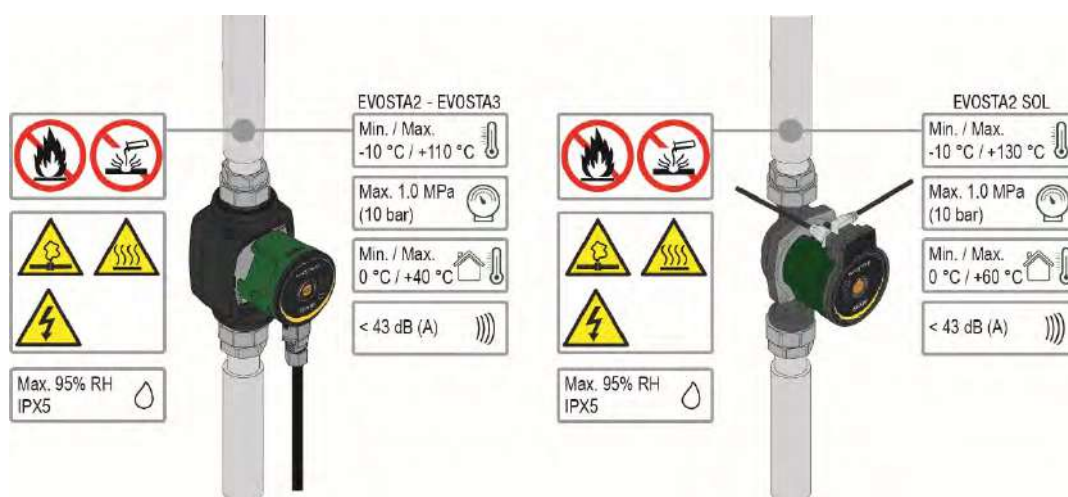

Рисунок 1: Перекачиваемые жидкости, предупреждения и условия эксплуатации
Стрелки на корпусе насоса указывают направление потока через насос. См. Рис. 1, поз.
1. Вставьте две прокладки при установке насоса в трубу. См. Рис. 1, поз. В.
2. Установите насос с колечным валом горизонтально. См. Рис. 1, поз. С.